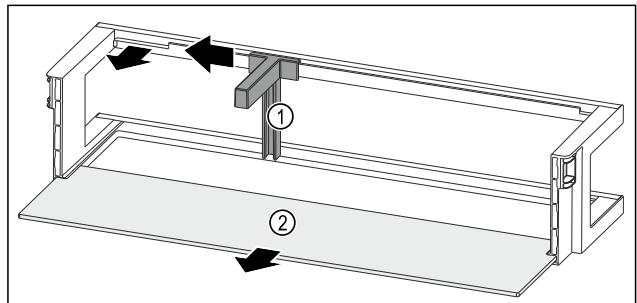

Fig. 144 Türabsteller mit Flaschenhalter und Abstellfläche
- Flaschenhalter Fig. 144 (1) bis zur Aussparung zur Seite schieben.
- Flaschenhalter Fig. 144 (1) entnehmen.
- Abstellfläche Fig. 144 (2) entnehmen.